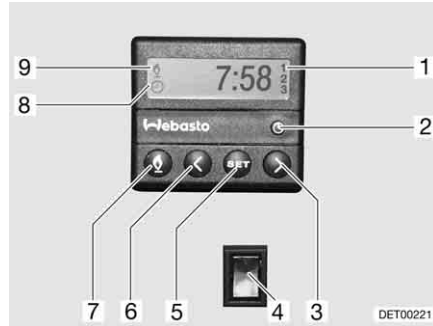

Bild 140 Bedieneinheit für Standheizung
Manuell einschalten: ■ Taste (Bild 140,7) drücken. Der Heizbetrieb wird durch das Symbol (Bild 140,9) angezeigt. Das Gebläse wird erst bei einer Kühlwassertemperatur von 30 °C zugeschaltet.
Manuell ausschalten: ■ Taste (Bild 140,7) drücken. Das Symbol (Bild 140,9) erlischt.
Motorbeheizung zuschalten: ■ Schalter (Bild 140,4) unten drücken. Motor wird vorgewärmt. Das Gebläse wird sofort zugeschaltet.
Motorbeheizung abschalten: ■ Schalter (Bild 140,4) oben drücken. Motor bleibt kalt.
Uhrzeit einstellen: ■ Taste (Bild 140,2) drücken. Die Uhrzeiteinstellung wird durch das Symbol (Bild 140,8) angezeigt.
■ Mit den Tasten (Bild 140,3 und 6) die Uhrzeit einstellen.
Heizbeginn programmieren: ■ Taste (Bild 140,5) drücken.
■ Innerhalb von 10 Sekunden mit den Tasten (Bild 140,3 und 6) die Einschaltzeit einstellen.
Programmierte Einschaltzeit auswählen: ■ Taste (Bild 140,5) so oft drücken, bis die gewünschte Programmnummer (Bild 140,1) im Display angezeigt wird.